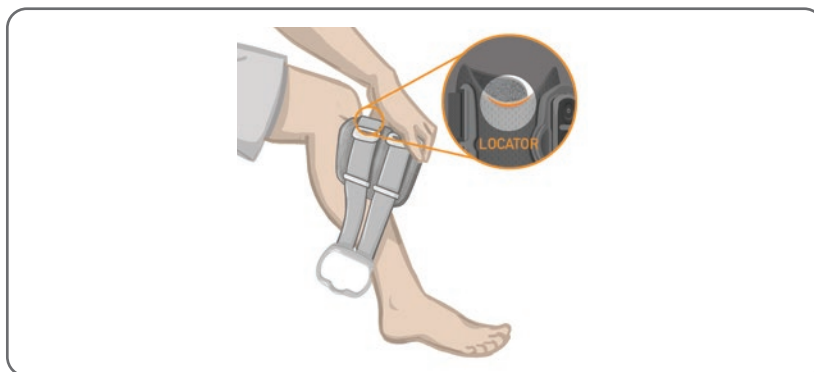
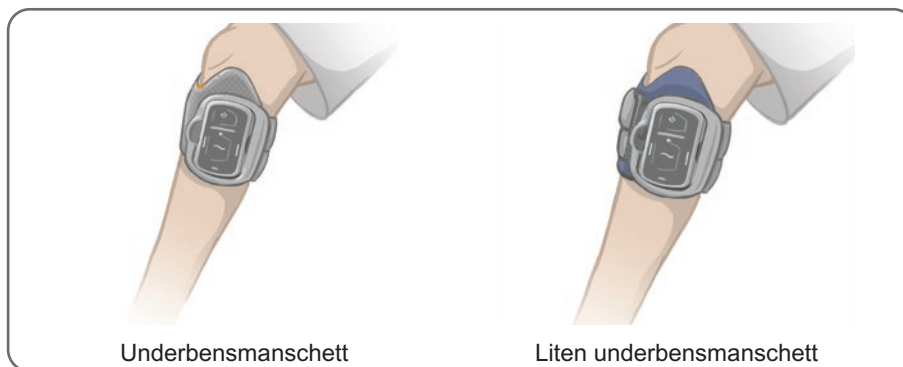

Bild 6-12: Positionera underbensmanschetten på benet
Bild 6-14: Underbensmanschett fastsatt på benet
2. Se till att elektroderna är säkert anslutna. Ta sedan tag i den främre delen av underbensmanschetten med hållaren och vinkla undersidan av manschetten uppåt. Skjut lokaliseringen uppåt längs benet tills den vilar bekvämt precis under knäskålen. Se bild 6-12.
5. Se till att underbensmanschetten sitter rätt. Se bild 6-14. Flytta underbensmanschetten vid behov. Justera kardborrbanden så att den sitter tätt. Se bild 6-12.